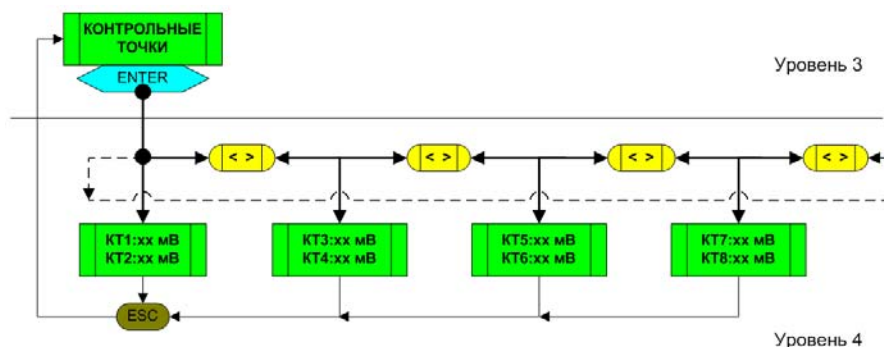

Рис. 3.3. Структурная схема раздела **«КОНТРОЛЬНЫЕ ТОЧКИ»** системного меню ПУ
На рис. 3.3. изображена структурная схема раздела **«КОНТРОЛЬНЫЕ ТОЧКИ»**, включающая 3 и 4-й уровни системного меню.
2.2.3.3. При минимальной чувствительности (коэффициенте усиления в тракте обработки) оценить уровень сигналов в различных контрольных точках платы БЭ. Для этого с помощью клавиш «ESC» и «←» из раздела «ТЕСТ» перейти в раздел «КОНТРОЛЬНЫЕ ТОЧКИ» (рис. 3.3.). Нажав «ENTER», перейти в подраздел «КТ1, КТ2», далее с помощью клавиш «→» или «←» наблюдать за другими подразделами («КТ3»...«КТ8»). На ЖК-индикаторе в течение 1...2 минут наблюдать сменяющиеся с каждым измерительным циклом (3 с) показания максимальных (по модулю) значений сигналов за это время, выраженные в мВ. Если БЭ функционирует в нормальном (штатном) режиме, то эти значения не должны выходить за пределы измерений, представленные в табл. 3.1.
порывы приводят к возникновению наибольших помеховых сигналов, которые можно контролировать в подразделе **«КТ5»** раздела **«КОНТРОЛЬНЫЕ ТОЧКИ»** (рис. 3.3.).